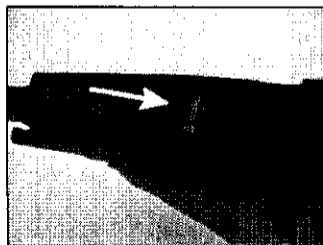

Рисунок 16
- закрыть крышку фальшствола до упора (см. рисунок 16).